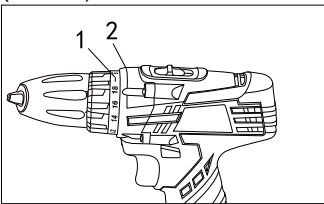

Рис. 4
Поверніть кільце (Рис. 4) до суміщення необхідно цифри зі стрілкою (2)